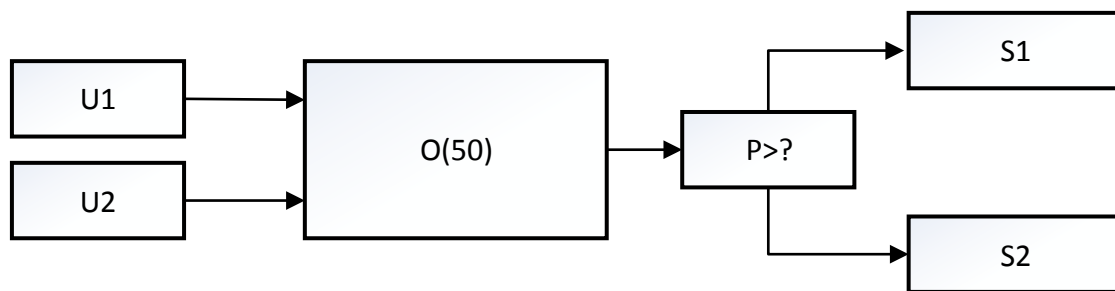

Рис. 9. Вариант 9 (Функциональная схема СМО)
9. СМО состоит из двух источников заявок U_1 и U_2 , один из которых временный, очереди конечной длины и двух серверов S_1 и S_2 (рис. 9). Заявки из очереди с вероятностью $1-p$ поступают на обслуживание на сервер S_1 , и с вероятностью p – на сервер S_2 . Необходимо исследовать характеристики СМО: